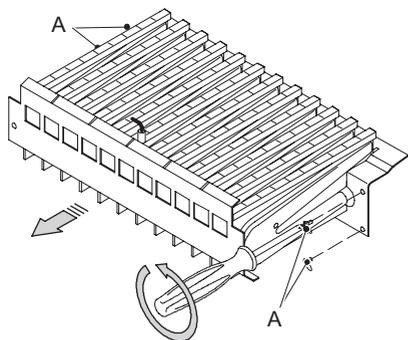

Figura 8.1
- Togliere il pannello anteriore della camera di combustione ed il bruciatore in Figura 8.1.
- Rimontare il bruciatore Figura 8.1, il pannello anteriore della camera di combustione e la parete